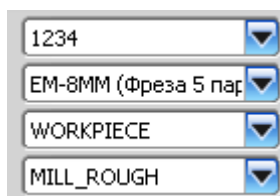

Рисунок 39 Параметры операции
17. Задайте следующие параметры (рисунок 39):